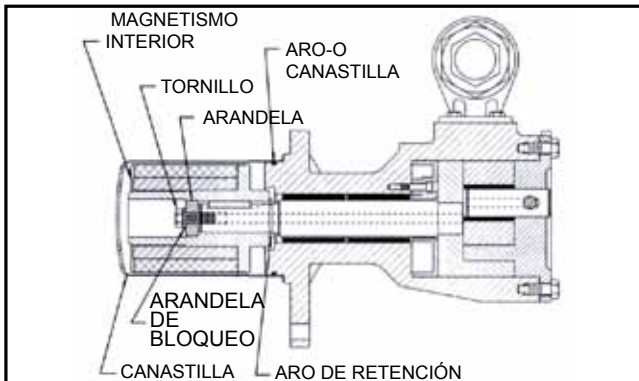

FIGURA 37
1. Compruebe si los imanes tienen algún objeto metálico sujeto. Retire cualquier material extraño. Coloque el aro de retención exterior y la llave en el eje de la bomba. Deslice el magnetismo interior hacia el eje para que se pegue contra el aro de retención. Instale la arandela, la arandela de sujeción y el tornillos para sujetar el imán (Ver figura 37). Inserte una barra de cobre a través de un puerto entre los dos dientes del rotor y apriete los tornillos.